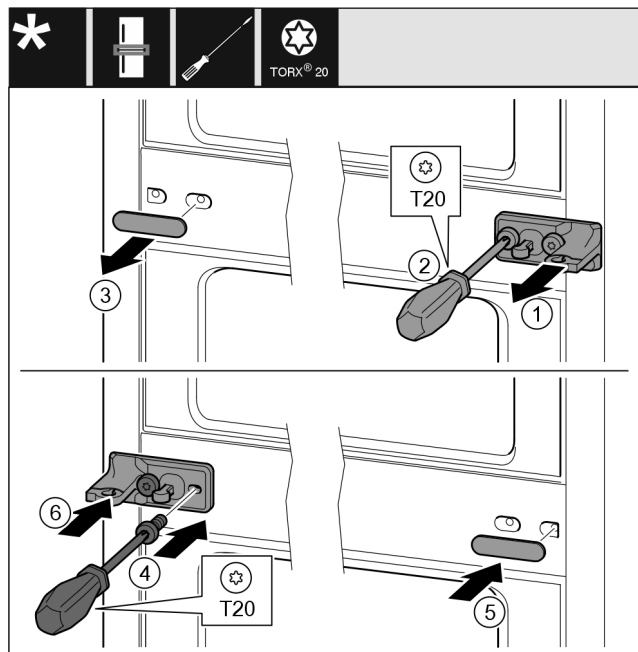

Fig. 21
- ▶ Tag skiven af. Fig. 21 (1)
- ▶ Skru skrueerne ud med skruetrækkeren T20. Fig. 21 (2)
- ▶ Tag forsigtigt afdækningen af. Fig. 21 (3)
- ▶ Drej hængselkonsollen 180°, og skru den fast på den anden side. Fig. 21 (4)
- ▶ Drej afdækningen 180°, og anbring den på den anden side. Fig. 21 (5)
- ▶ Skub skiven på forfra. Fig. 21 (6)